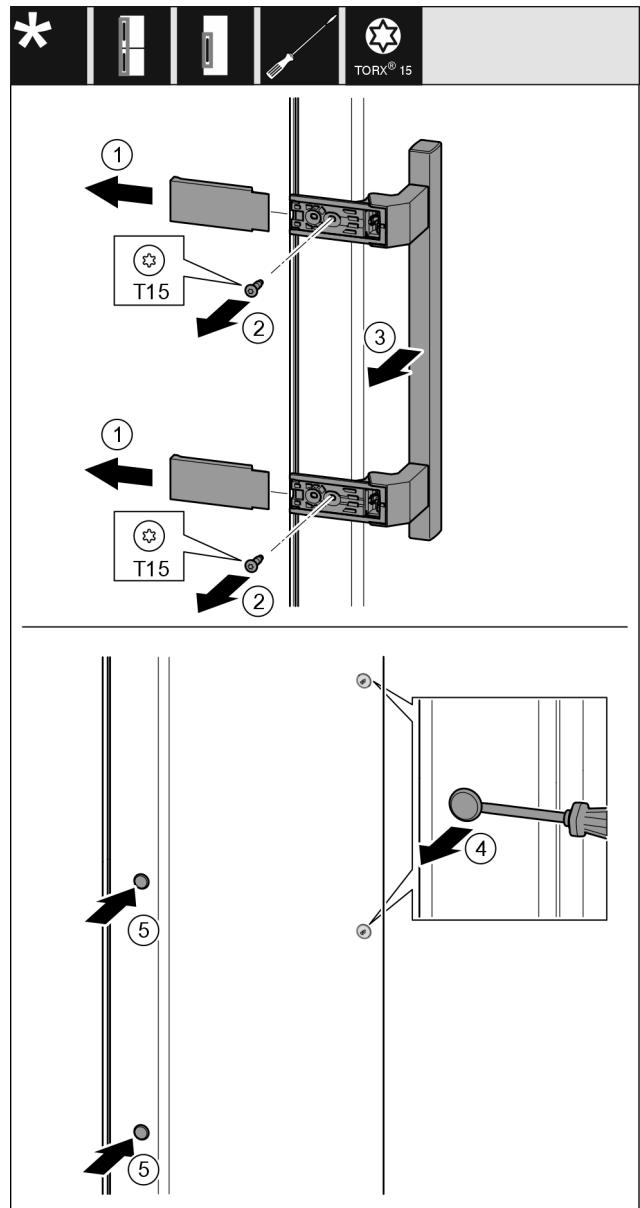

Fig. 32
- Abdeckung Fig. 32 (1) abziehen.
- Schrauben Fig. 32 (2) mit Schraubendreher herausdrehen.
- Griff Fig. 32 (3) abnehmen.
- Seitlichen Stopfen Fig. 32 (4) vorsichtig mit einem Schlitzschraubendreher anheben und herausziehen.
- Stopfen Fig. 32 (5) auf der anderen Seite wieder einsetzen.